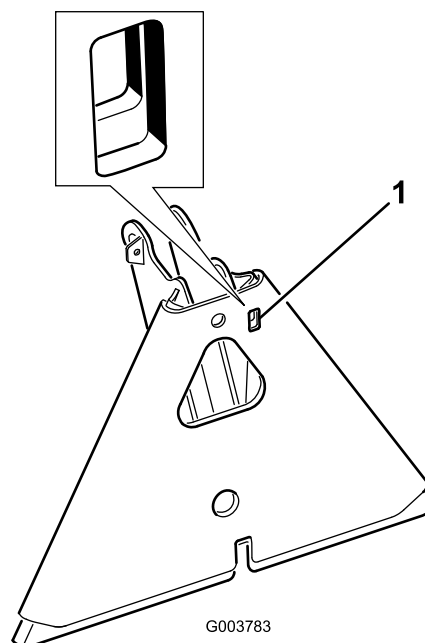

Рисунок 9
**Примечание:** Если переходник навесного оборудования заклинило на переходнике тягового блока, вставьте монтировку или отвертку в паз под рычаг, чтобы разделить эти части (Рисунок 9).